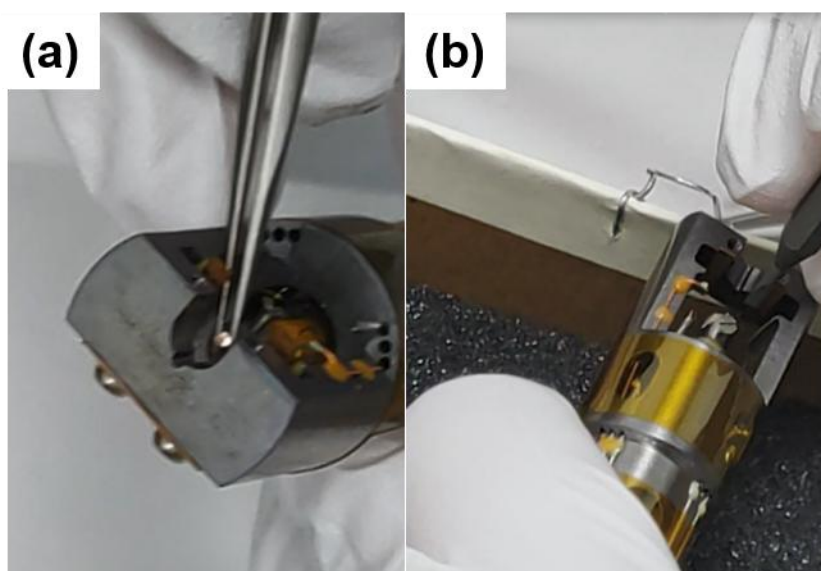

图 9 探针安装步骤
(5) 拆装探针：镜体横放，用小螺丝刀，轻轻拧送螺丝，即可从侧面取放探针。锁紧探针时，轻轻拧螺丝，以免损坏压电管，只要碰到有点阻力，稍微拧紧一下就行。如图 9 所示。